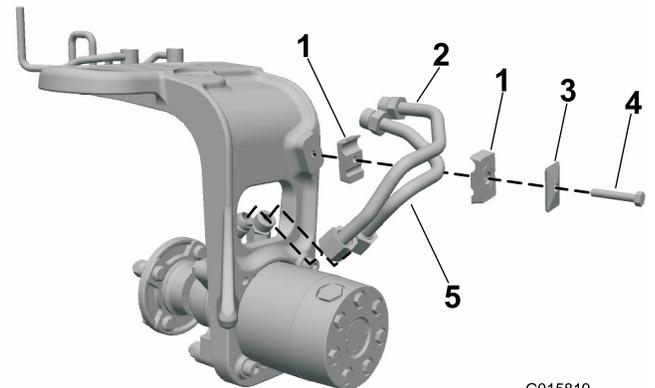

Figura 4
1. Conecte provisionalmente los tubos hidráulicos de acero al motor de la rueda (Figura 4).
2. Instale la abrazadera en la horquilla. Ajuste el conjunto para que encaje correctamente con los acoplamientos hidráulicos y las abrazaderas (Figura 4).
3. Sujete las abrazaderas con una tapa y un perno ($\frac{5}{16}$ " x $1\frac{3}{4}$ "), como se muestra en la Figura 4.